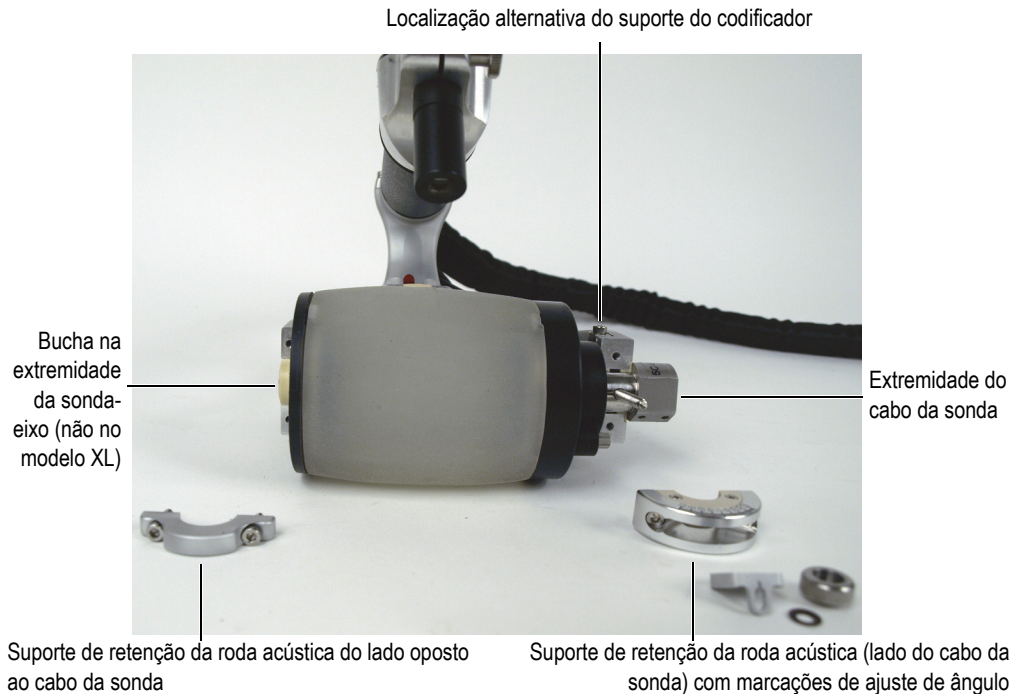

Figura 6-31 Instalação dos suportes de retenção da roda acústica
3. Instale a roda acústica nas bases da estrutura do RollerFORM. Tome cuidado para inseri-lo com o cabo da sonda na lateral do suporte do codificador alternativo (Figura 6-31 na página 112).